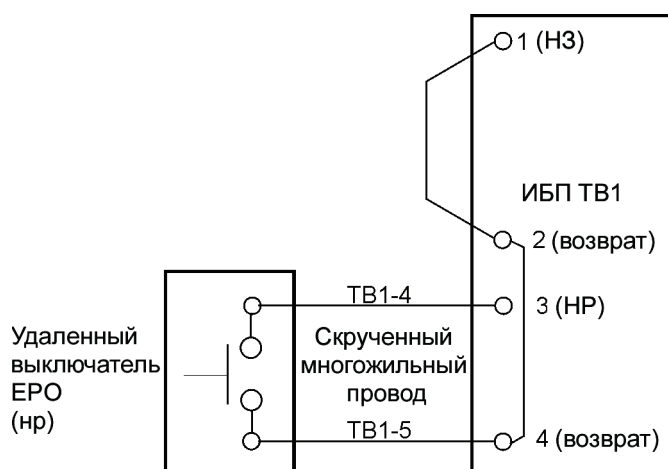

Рис. 4-14. Проводка нормально-разомкнутого удаленного выключателя ЕРО
12. Проложите и подключите проводку как показано на Табл. 4-2 и Рис. 4-14.